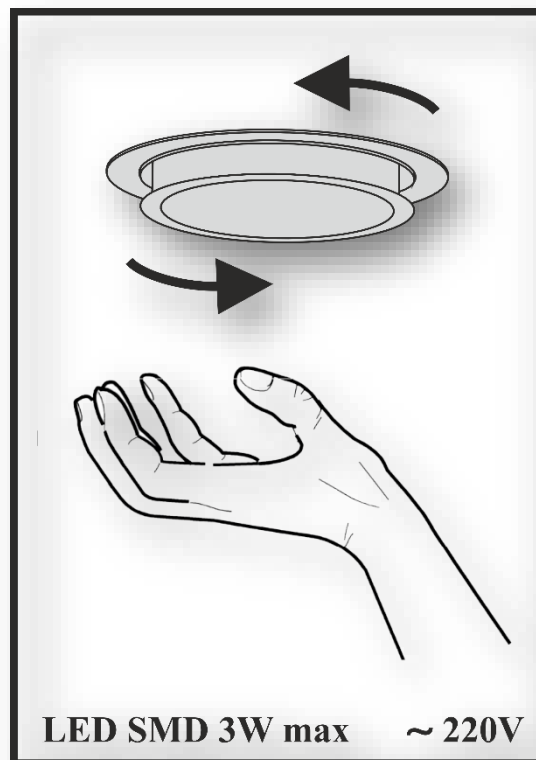

Рис.8
7.12 На вытяжке установлены **LED SMD** лампы подсветки рабочей зоны плиты. Перед началом замены ламп освещения необходимо отключить вытяжку от электросети, дать возможность охолонуть лампам. Для замены лампы необходимо снять алюминиевый фильтр, отжать держатель патрона так, чтобы лампа вышла из корпуса вытяжки и повернуть ее против часовой стрелки (**рис.8**). Вместо нее необходимо установить новую с теми же характеристиками и установить фильтр.